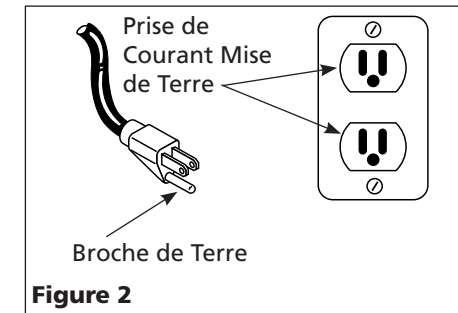

Figure 2
- Ce produit est conçu pour l'utilisation d'un circuit de 120 volts et a une fiche de mise à la terre comme celle indiquée sur la Fig. 2. Assurer que le modèle est branché à une prise de courant qui a la même configuration que la fiche. Ne pas utiliser un adaptateur avec ce produit. Ce produit doit être mis à la terre. Dans l'événement d'un court-circuit, la mise à la terre diminue le risque de secousse électrique en fournissant un fil